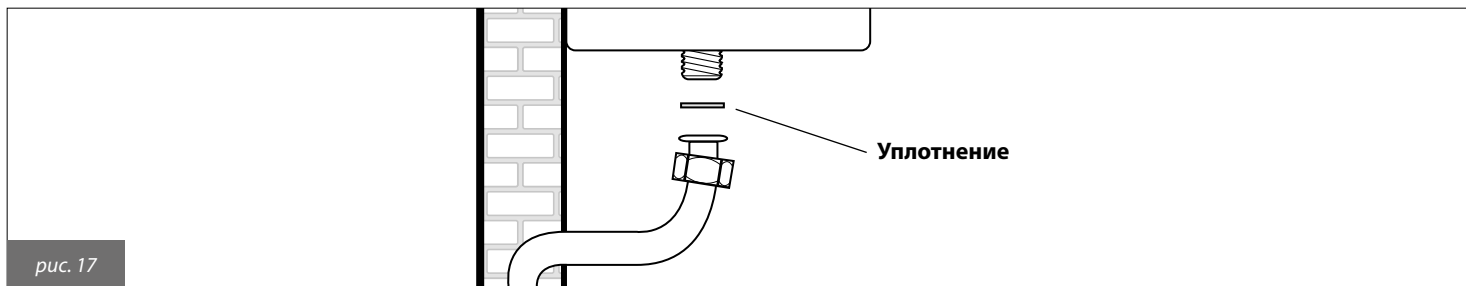

рис. 17
**ОБЯЗАТЕЛЬНО, при подключении котла к линии подачи газа использовать прокладки соответствующих размеров и из специального материала (рис. 17).**